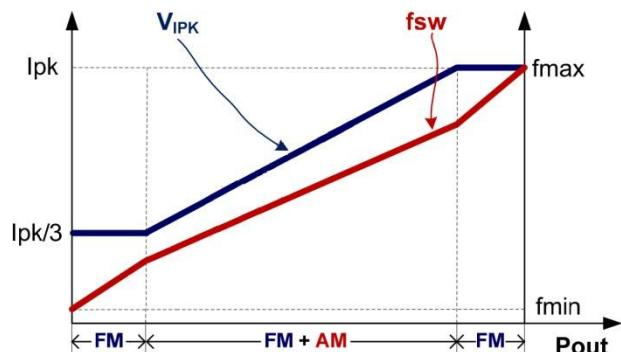

图1
为满足系统平均效率和空载待机方面的严格要求，U3213E采用了调幅控制 (AM) 和调频控制 (FM) 相结合的工作模式，如图 1 所示。